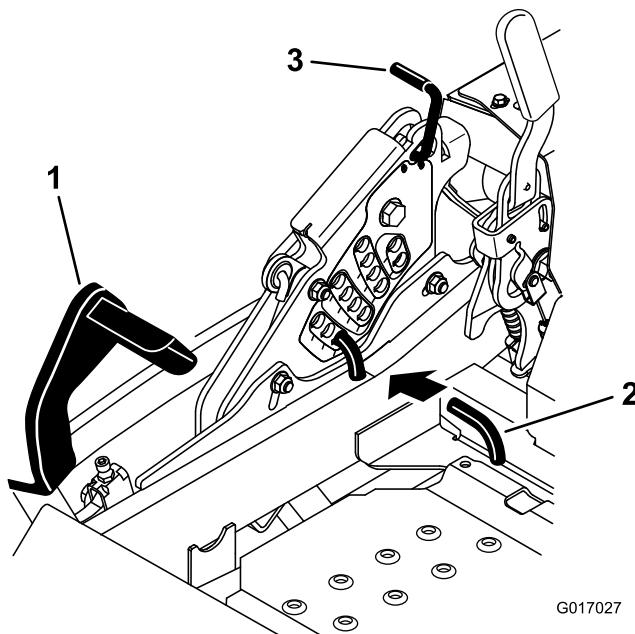

Figura 26
2. Pise el pedal de elevación de la carcasa y eleve la carcasa a la posición de transporte (que es también la posición de altura de corte de 140 mm [5-1/2 pulgadas]) (Figura 26).
3. Para ajustar la altura de corte, gire el pasador 90 grados y retire el pasador del soporte de altura de corte (Figura 26).
4. Seleccione el taladro del soporte de altura de corte que corresponde a la altura de corte deseada, e inserte el pasador (Figura 26).